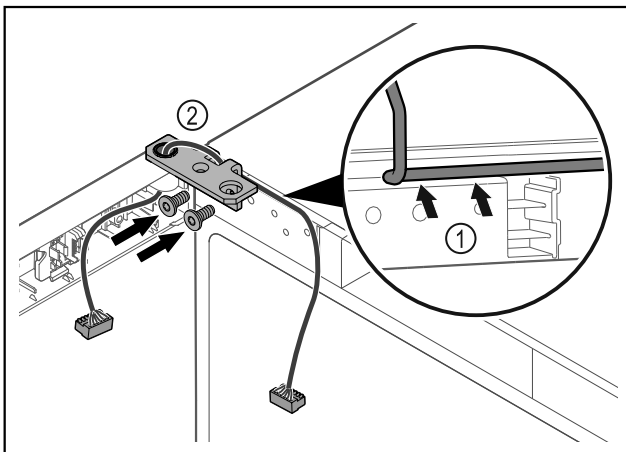

Fig. 47
- ▶ Prakiškite laidą pro šarnyrinio kampuočio angą ir atsargiai nutieskite Fig. 47 (1).
- ▶ Prisukite šarnyrinį kampotį Fig. 47 (2).